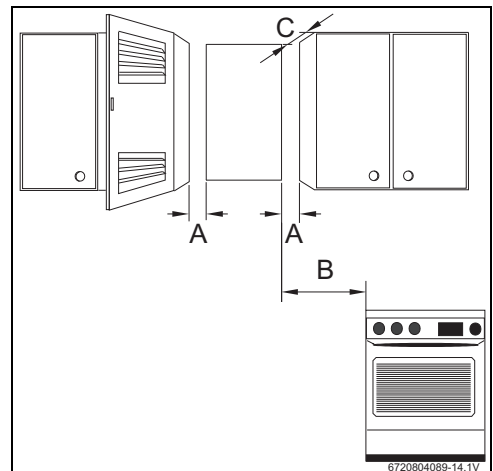

Fig. 18 Distances minimales
- Garantir les dégagements minimaux indiqués sur la fig. 18.
- Assurer l'accès libre pour les opérations de maintenance et respecter les distances minimales indiquées dans la figure 18.